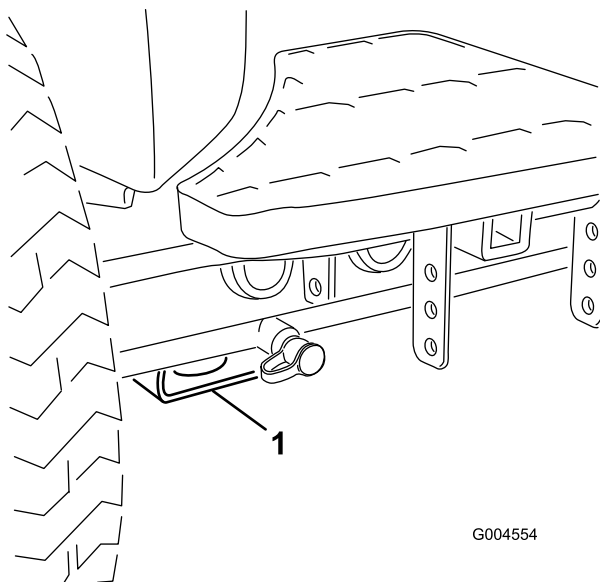

図 38
- 前各前輪の内側、アクスルチューブの下にある四角いパッド(図 38)